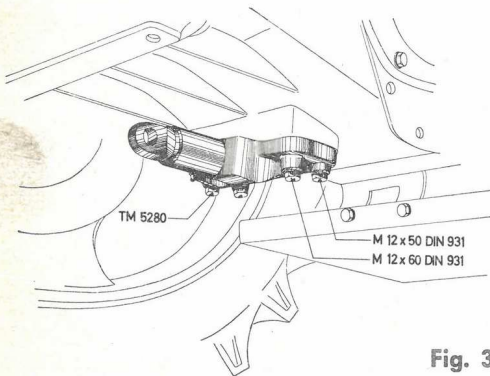

Fig. 3
1. Le support de fixation arrière TM 5280 se monte sous le carter de transmission, au moyen des quatre boulons 6 pans M 12×60 et M 12×50 (Fig. 3).